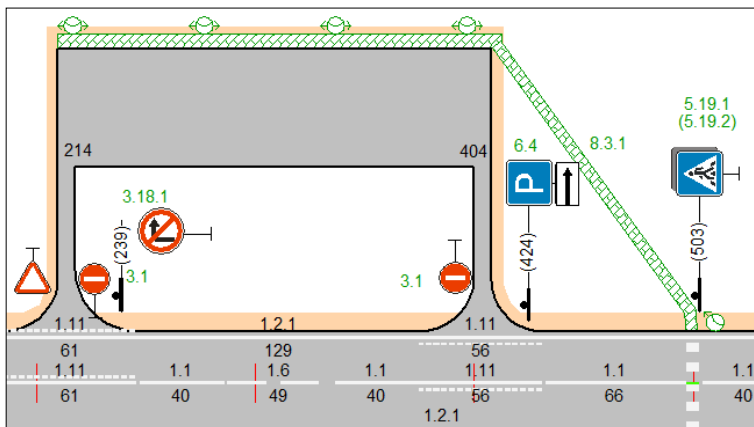

Рис. 10
Между примыканиями, находящимися на км 2+214 и км 2+404, создадим площадку отдыха, пешеходную дорожку и освещение (рис. 10).
IV. Постройте пешеходную дорожку (команда **Объекты/Ситуация/Пешеходная дорожка**). Пешеходная дорожка будет располагаться вдоль площадки, а затем подходить к пешеходному переходу (рис. 10).
- VI. С помощью команды **Объекты/Освещение**  создадим объекты освещения на площадке: четыре светильника на обочине площадки с равным шагом, пятый светильник на обочине основной дороги у пешеходного перехода (рис. 10).
- Произвольно укажите первую точку, которая определяет координатную привязку объекта, а затем задайте количество опор (4) и шаг (60) и укажите вторую точку, которая задает направление условного обозначения линий электропередач.